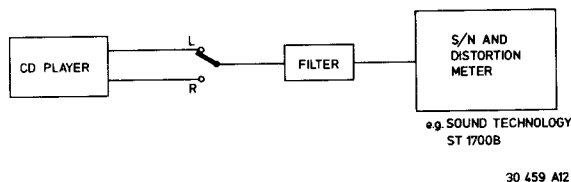

Fig. 6
- ist ein Filter der 13. Ordnung, etwa 3822 395 30294 (siehe Bild 6), einzusetzen.